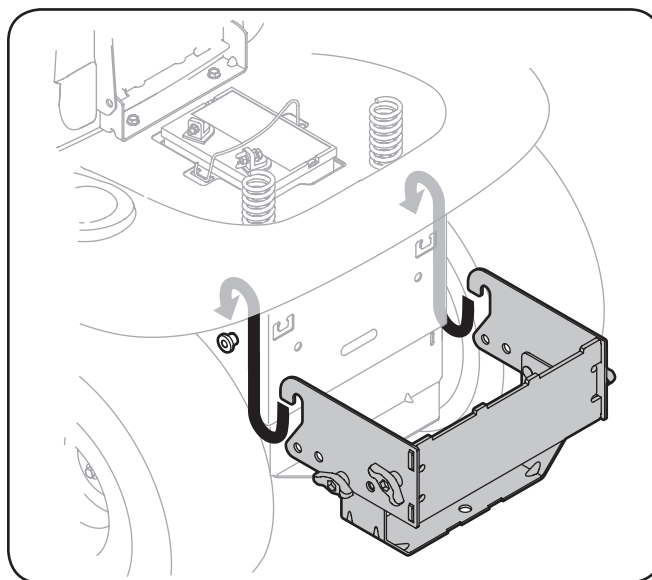

Figure 4-5
1. Placez les extrémités accrochées du montage sur les boulons d'épaule, comme dans la Figure 4-5, sur le tracteur et alignez le trou central du support de fixation d'attelage avec le trou sur l'attelage du tracteur.